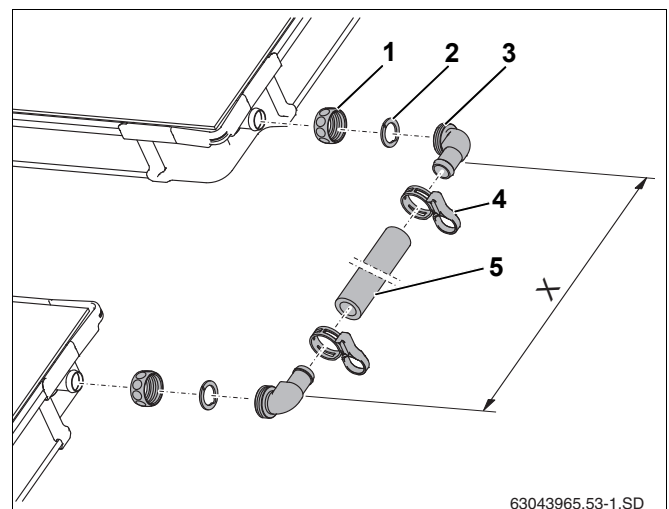

Рис. 41 Комплект для соединения двух рядов коллекторов
- ▶ Наденьте накидные гайки (рис. 41, **поз. 1**) на штуцеры коллектора.
- ▶ Уложите зажимную шайбу (рис. 41, **поз. 2**) за выступ штуцера коллектора и нажать на нее.
- ▶ Наденьте на штуцер угловой наконечник с кольцом (рис. 41, **поз. 3**), надавив на него, выровняйте и затяните накидной гайкой.
- ▶ Измерьте расстояние между угловыми наконечниками (размер X) при смонтированных коллекторах и соответственно обрежьте шланг (рис. 41, **поз. 5**).
- ▶ Наденьте шланг на угловые наконечники и зажмите пружинными хомутами (рис. 41, **поз. 4**).